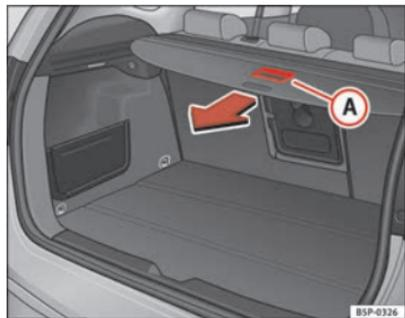

Fig. 122 Actionnement de la plage arrière de rangement
- Tirez sur le tirant **A** de la plage arrière jusqu'à ce qu'un « clic » se fasse entendre ⇒ fig. 122.